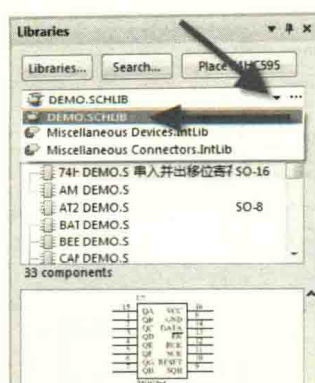

图 4-12 选择装载好的元件库
(1) 在 Libraries 面板中选择装载好的元件库“DEMO.SCHLIB”，如图 4-12 所示。